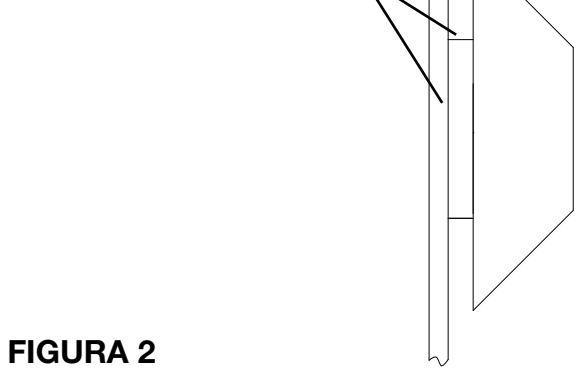

FIGURA 2
8) Con masilla RTV de silicón, calafatee completamente alrededor de la junta de la cubierta / pared en la parte superior y ambos costados. La masilla no deberá ser aplicada a la junta inferior (vea la figura 2).